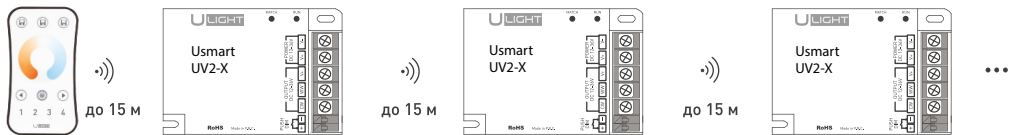

Рисунок 2. Ретрансляция сигнала от пульта ДУ (до 15 м на открытом пространстве)
- 3.9. Все контроллеры автоматически ретранслируют сигнал от пульта ДУ или панели управления (рисунок 2). Расстояние между контроллерами на открытом пространстве может достигать 15 м.